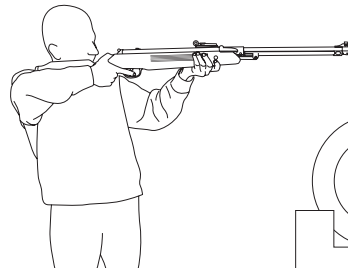

Bild 12
- Gehen Sie in Anschlag, schalten Sie die Sicherung auf „OFF“ und nehmen Sie das Ziel auf(*). (Abb. 12)